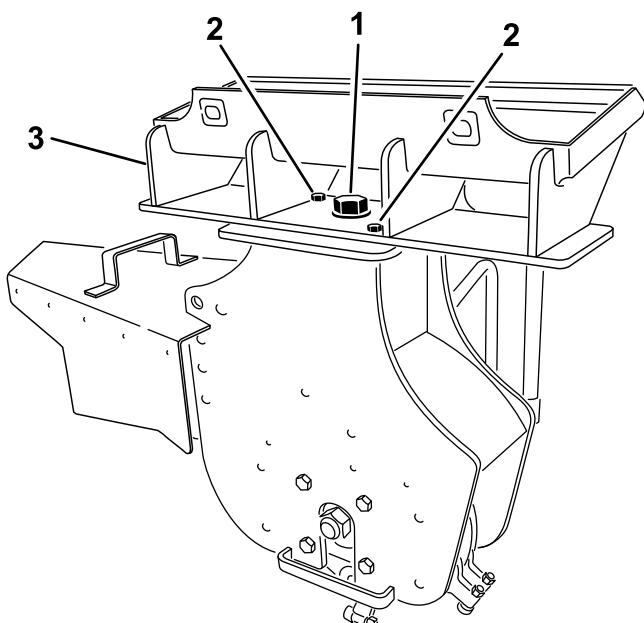

Рисунок 12
3. Выверните большой болт (1 x 2-1/4 дюйма), шайбу, гайку (1 дюйм), 2 малых болта (1/2 x 1-1/2 дюйма) и 2 гайки (1/2 дюйма), которые крепят быстроразъемный узел к измельчителю пней (Рисунок 12). Снимите этот узел.
крепежные детали, как показано на Рисунок 12.